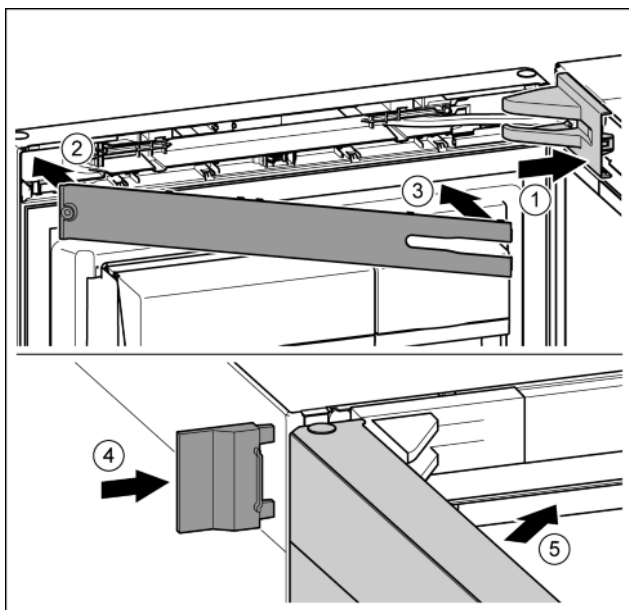

Fig. 22
- Nasadíte a zaklapnete kryt stojanu ložiska, příp. opatrně přitlačte od sebe. Fig. 22 (1)
- Nasadíte záslepku. Fig. 22 (2)
- Záslepku sklopte a zaklapnete. Fig. 22 (3)
- Vnější kryt nasuňte. Fig. 22 (4)
- Zavřete horní dveře. Fig. 22 (5)